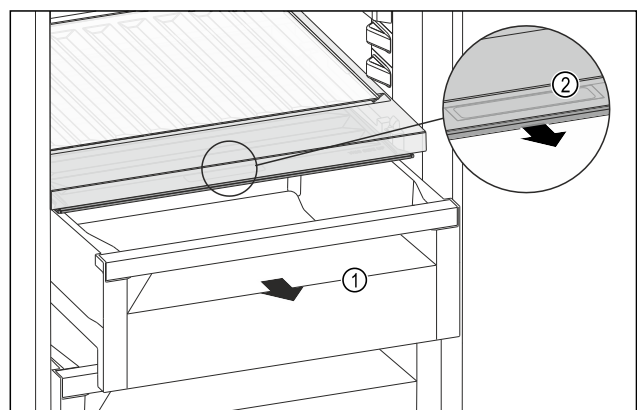

Fig. 155
- ▶ Schubfach Fig. 155 (1) herausziehen.
- ▶ Griffmulde Fig. 155 (2) am Fachdeckel anheben und Fachdeckel gleichzeitig nach vorne ziehen.